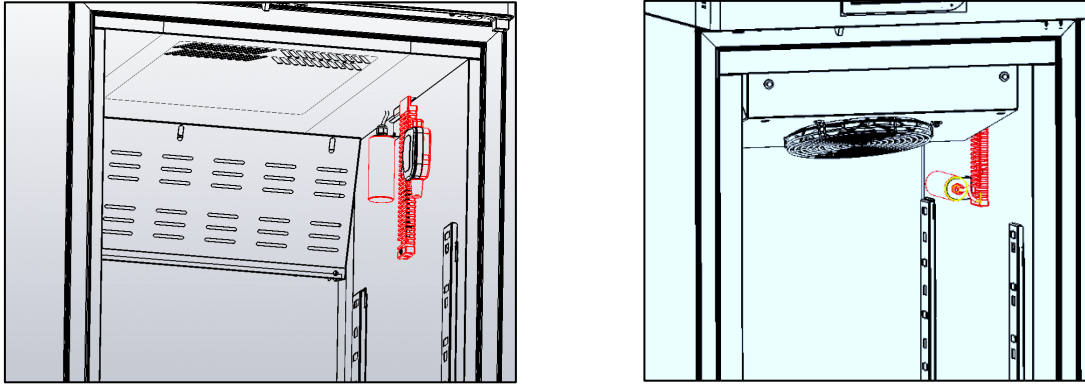

Figura 14 – posizione sonde
- ✓ Non posizionare materiale a contatto o in prossimità delle sonde di temperatura (figura 14).